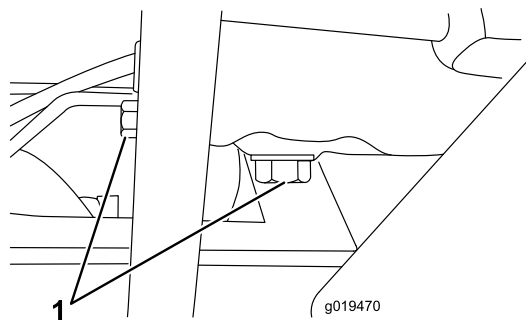

Figure 57
1. Enlevez le bouchon de vidange (Figure 57) et laissez couler l'huile dans un bac de vidange. Remettez le bouchon en place quand toute l'huile s'est écoulée.